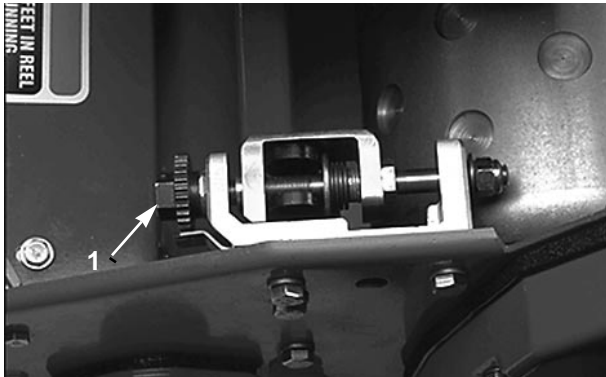
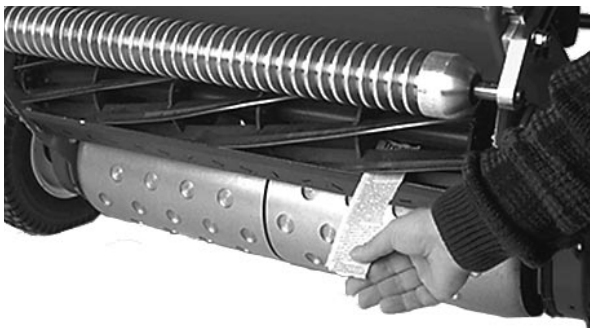

Bild 4
Bild 5
7. Die vier Rollenlagerschrauben sowie die Schraube lockern, mit der die Mitläuferscheibe abgesichert ist. Die rechte Seite der Rollengruppe soweit anheben oder absenken, bis sich der Abstand auf weniger als 0,25 mm reduziert. Die Rollenlagerschrauben festziehen. Die Riemen Spannung einstellen und die Befestigungsschraube der Mitläuferscheibe festziehen (Bild 4).
1. Die Maschine auf eine flache, ebene Werkbank stellen. Sicherstellen, daß der Spindelkontakt entfernt wird, indem die Klemmuttern an den Einstellschrauben des Untermessers gelockert werden, dann die Einstellschrauben im Gegenuhrzeigersinn drehen (Bild 4).
3. An einem Ende der Vorderseite der Spindel einen langen Streifen Zeitungspapier zwischen Spindel und Unteresser einführen (Bild 5). Während die Spindel langsam vorwärts gedreht wird, die Unteressereinstellschraube (am gleichen Spindelende) um jeweils eine Flachstelle drehen, bis das Papier leicht gekniffen wird, wenn es von vorne, parallel zum Unteresser, eingeführt wird. Dadurch kommt es zum leichten Mitreißen (Bild 4).
5. Nach der Einstellung kontrollieren, ob die Spindel das Papier kneifen kann, wenn es von vorne eingeführt wird und das Papier schneidet, wenn es im rechten Winkel zum Unteresser eingeführt wird (Bild 5). Die Möglichkeit muß bestehen, Papier mit minimalem Kontakt zwischen Unteresser und den Spindelmessern zu schneiden. Wenn zu hoher Spindelwiderstand spürbar ist, muß die Mähspindel entweder geschärft oder geschliffen werden, um die für den Präzisionsschnitt erforderlichen Schärfe der Schnittkanten zu realisieren (siehe Toro Handbuch zum Schärfen und Schleifen).
WARNUNG: Beim Entfernen der Unteresserleiste mit Vorsicht vorgehen, da die Federn der Einstellschrauben (Bild 4) gespannt sind und plötzlich abspringen können.